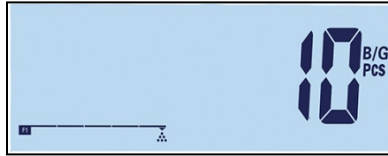

Figure 2-19 : Affichage du comptage des pièces
4. Chargez les pièces devant être comptées. Le comptage s'affichera (Figure 2-19).